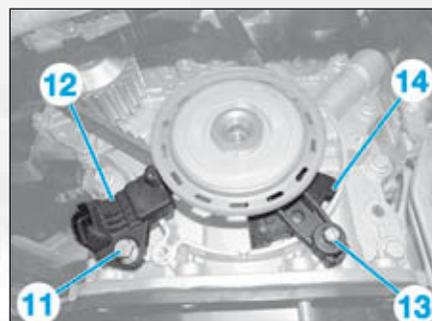
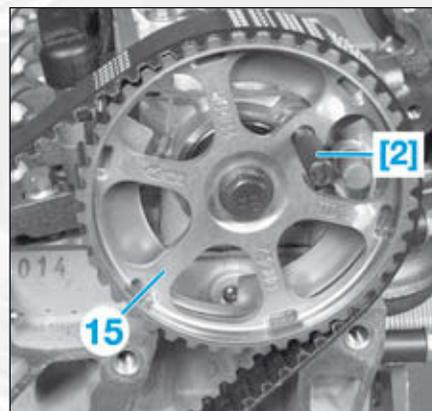
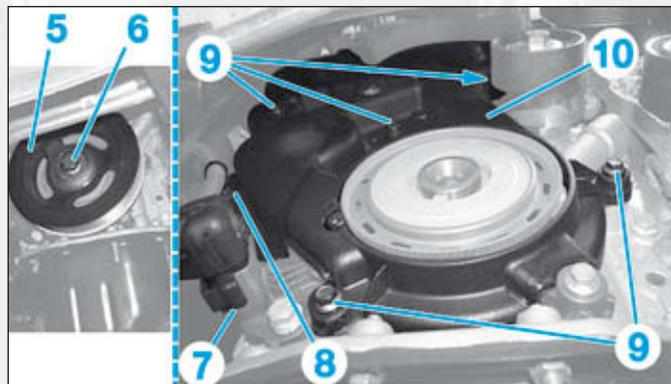

FIG.5
FIG.6
FIG.4
- Déposer la vis (6) et la poulie de vilebrequin (5) (Fig.4).
- Débrancher le connecteur (7) du capteur de régime moteur.
- Ecarter le faisceau électrique en (8) du carter inférieur de distribution.
- les vis (9),
- le carter inférieur (10) de distribution,
- la vis (11) (Fig.5),
- le capteur de régime moteur (12),
- la vis (13),
- la butée anti-décalage de courroie (14).
- Reposer la vis de poulie de vilebrequin (6).
- Tourner le vilebrequin dans le sens horaire à l'aide de la vis de poulie de vilebrequin (6), jusqu'à pouvoir introduire la pige de calage [2] dans la roue dentée d'arbre à cames (15) (Fig.6).
- Dans le cas où le pigeage ne serait pas possible ou si les repères (A) et (B) du galet tendeur n'étaient pas alignés, déposer la courroie et répéter l'opération.
- Reposer le capteur de régime moteur (12) et la butée antidécalage de courroie (14) (Fig.5).
- Déposer la vis (6) de poulie de vilebrequin (5) (Fig.4).